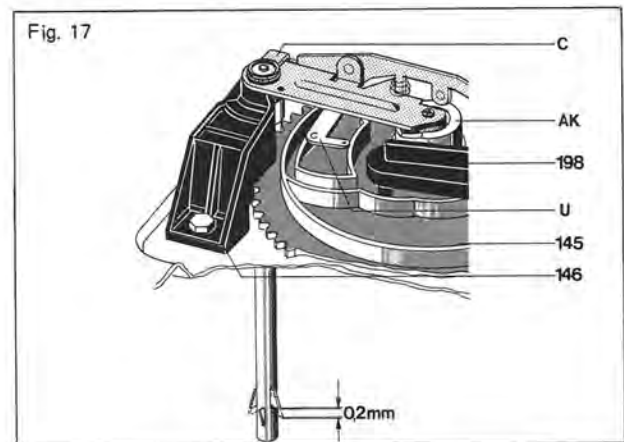

Fig. 18
Eingeleitet wird der Abwurfvorgang durch die Drehung des Kur-venrades **145**, dessen Abwurfkurve (AK) die Abwurfwippe (AW) und den Wechselbolzen steuert (Fig. 18).
Durch Biegen der Abwurfwippe kann der Hub des Wechselbolzens verändert werden. Die Einstellung ist richtig, wenn in Nullstellung des Kurvenrades **145** und verriegelter Wechselachse bei Hochdrücken des Wechselbolzens die drei Stützen der Wechselachse eine Längsbewegung von 0,2 mm ausführen (Fig. 18).